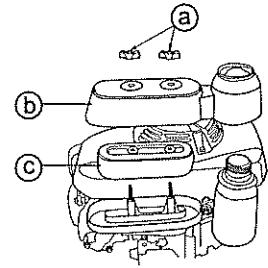

Fig. 29
9.5 Purificateur d'air (Voir Fig. 29)